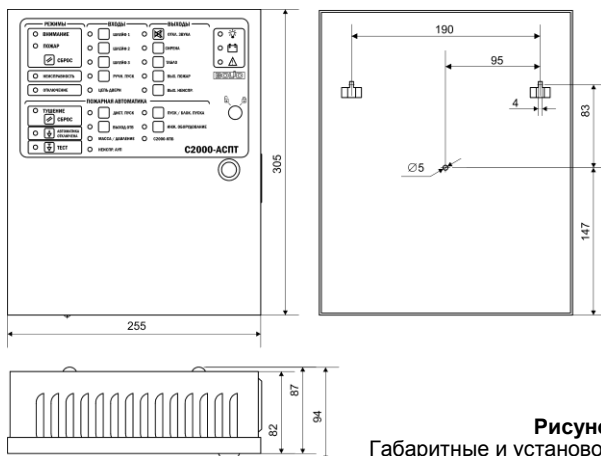

Рисунок 1.
- 2.1 На рис.1 представлен внешний вид, габаритные и установочные размеры блока.